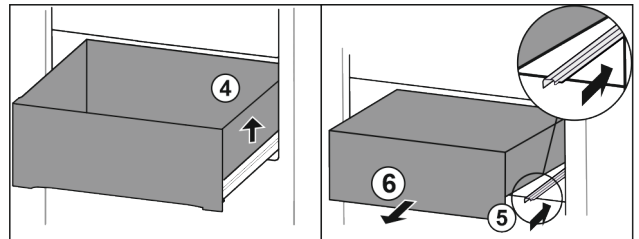

Fig. 92
- Nosta vetolaatikkoa oikealta. Fig. 92 (4)
- Työnnä oikea kisko paikalleen. Fig. 92 (5)
- Poista vetolaatikko vetämällä sitä eteenpäin. Fig. 92 (6)